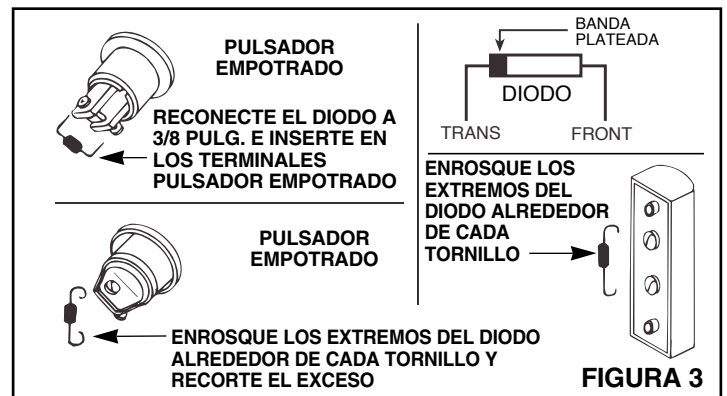

FIGURA 3
El pulsador delantero debe tener un diodo conectado (incluido) a los terminales de tornillo, como se observa en la figura 3.
2. **Vea la figura 3.** Dependiendo del tipo de pulsador que vaya a usar, conecte el diodo a los dos (2) terminales del pulsador.